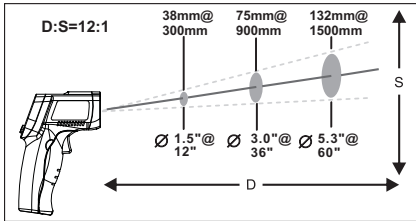

图1
- 使用本机测量温度时，要注意考虑距离与测量区域大小之间的比率（简称物距比）。当本机与被测物体的距离增大时，测量区域也会相应增大。本测温仪物距比为12:1（如图1）